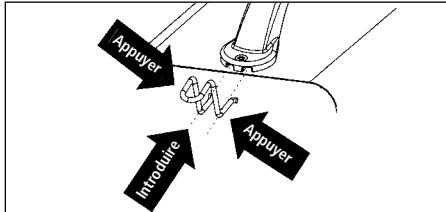

Figure 4 - Pinces de câble
2. Introduire les pinces de câble en appuyant vers l'intérieur sur le côté des pinces et poussant dans les fentes sur la face du manche tel qu'indiqué sur la Figure 4. Répéter pour le côté opposé du manche.